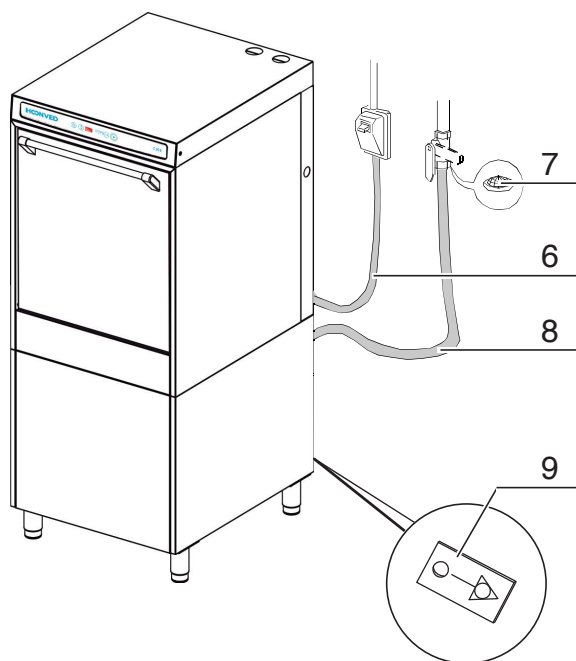

Fig. 6
3.1 INSTALLAZIONE (Fig. 6)
3.1.a COLLEGAMENTO TUBO di SCARICO (Fig. 6)
3.1.b ALLACCIAMENTO IDRICO (Fig. 6)
- Collegare il tubo di carico (8) in dotazione all'elettrovalvola e l'altra estremità del tubo di carico (8) ad un rubinetto filettato 3/4" G. interponendo il filtro (7).
3.1.c COLLEGAMENTO ELETTRICO (Fig. 6)